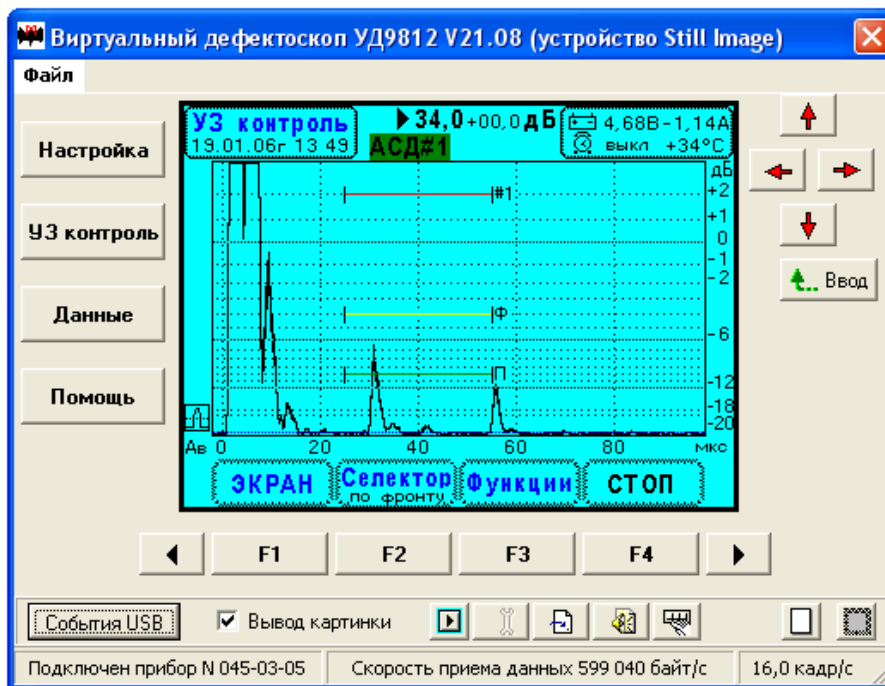

Рис.10.6.19.1. Отображение экрана дефектоскопа на мониторе ЭВМ.
4. **Проверка связи прибора с ЭВМ.** Соедините прибор с персональным компьютером с помощью кабеля USB. Включите прибор. Включите компьютер. После загрузки компьютера запустите программу чтения экрана дефектоскопа UD9812\_USB\_Scan\_DX.exe, которая поставляется в комплекте с прибором. Если необходимо установите драйвер USB. Следуйте рекомендациям по установке программ. При правильной работе программного обеспечения на экран монитора выводится окно Рис.10.6.19.1., в котором отображается содержимое экрана УД9812 в реальном времени. Проверьте правильность передачи информации.